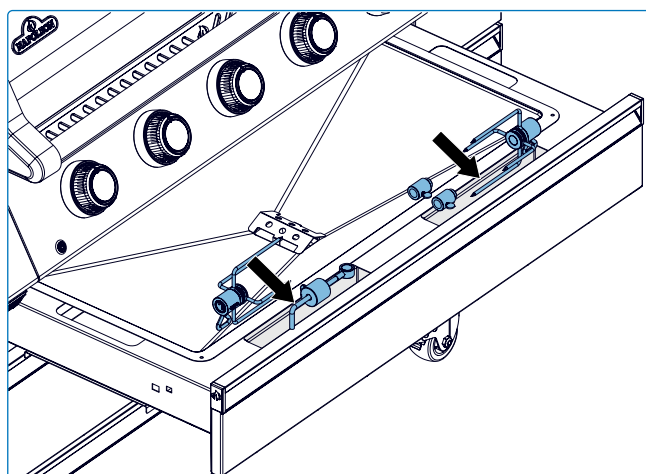
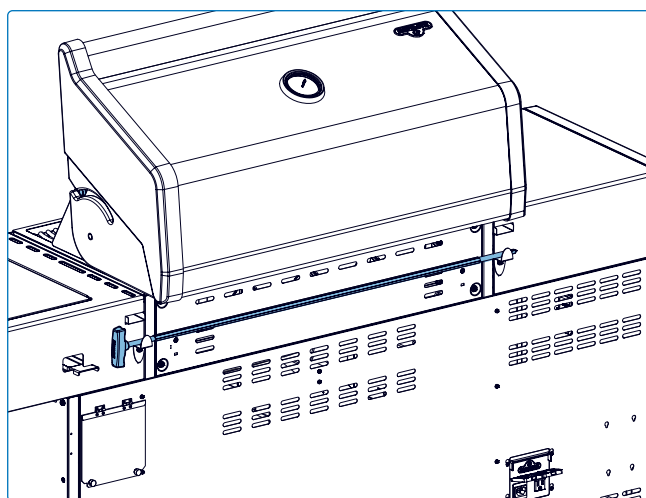

Fig.10
Fig.11
- Guarde los componentes del rosticero en los clips designados dentro del gabinete del carrito y la varilla del rosticero en la parte trasera de la parrilla cuando no estén en uso. Esto los mantiene seguros, protegidos de la intemperie y fáciles de acceder para su próxima cocción. Asegúrese siempre de que las piezas estén limpias y secas antes de guardarlas para evitar la corrosión **(Fig. 10 y Fig.11)**.